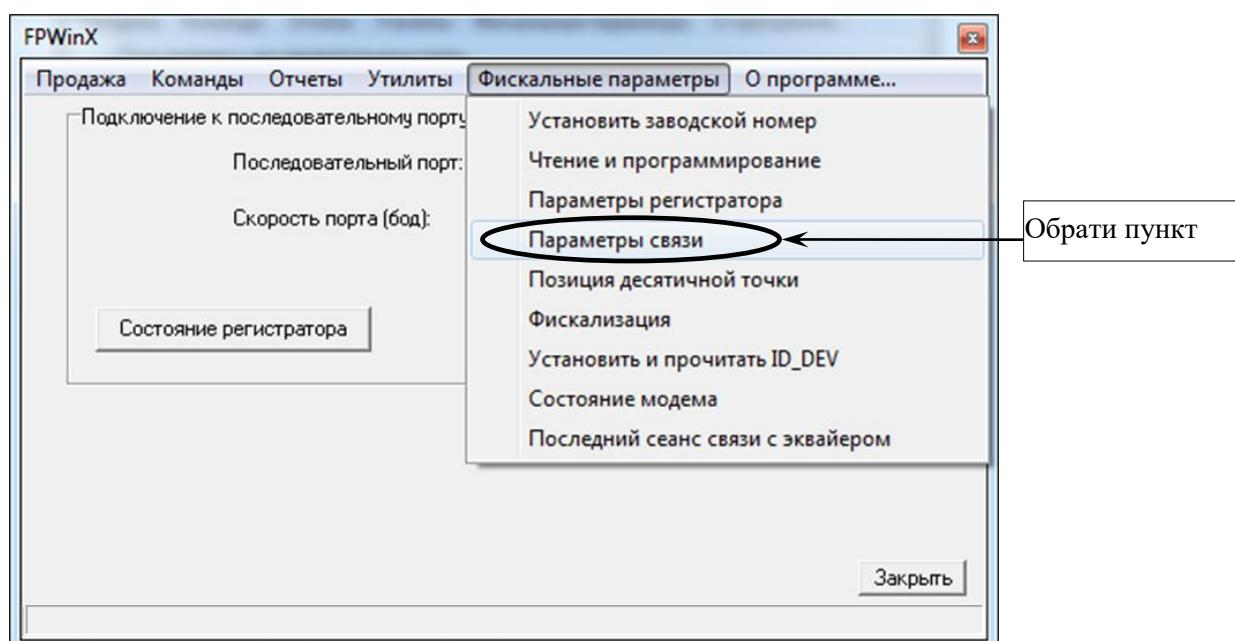

Рисунок 28
6.1.4 У вікні програми обрати закладку «Фискальные параметры», далі у випадаючому меню обрати пункт «Параметры связи» (рисунок 28).